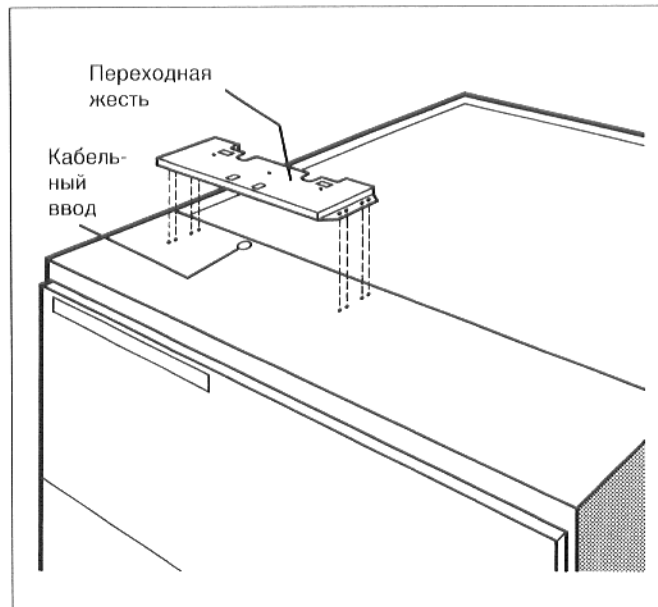

Рис. 50
- Привинтить переходную жельсть слева и справа на переднем кожухе котла (рис. 50). В кожухе котла имеются крепежные отверстия. Произвести монтаж переходной жести слева или справа, в зависимости от того, на какой стороне монтированы шарниры дверцы горелки.